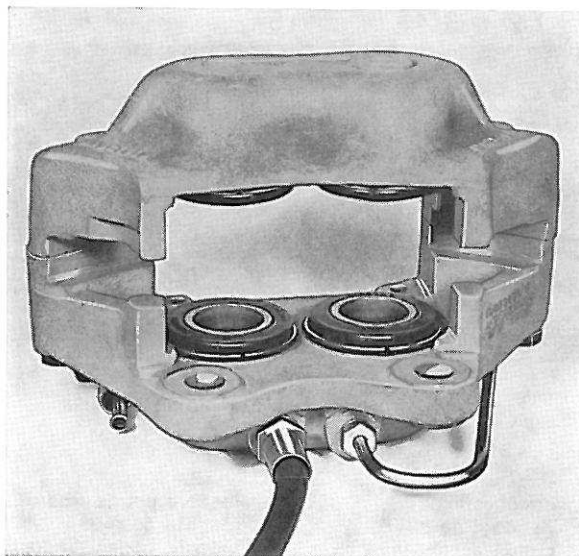

Figure 26. Etrier de frein avant réassemblé
4. Remettre les capots caoutchouc sur les pistons et l'étrier. Remonter les joncs d'arrêt, voir figure 26.